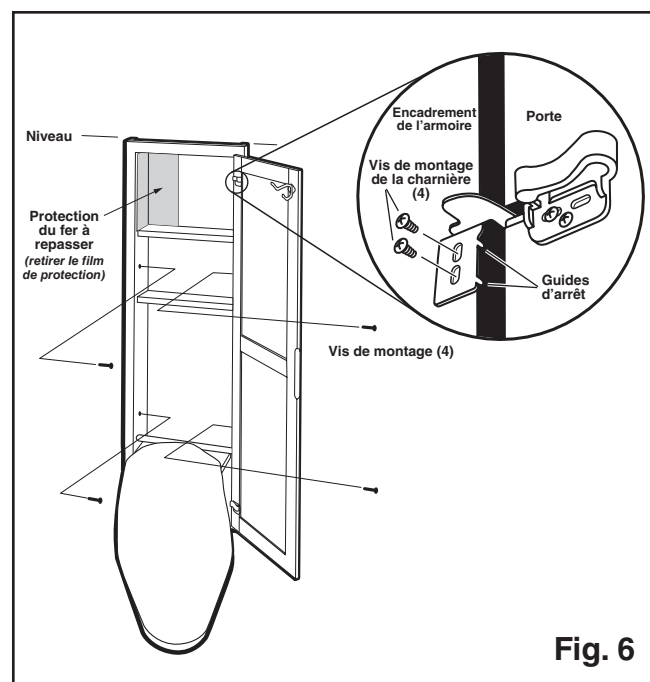

Fig. 6
7. Installez l'armoire dans l'ouverture du mur. (Fig. 6)
8. Fixez la porte sur l'armoire. (Fig. 6)